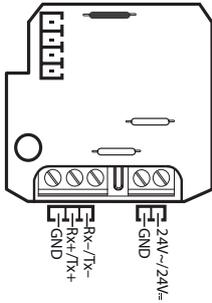

Fig. 6
- per i modelli a 24 Vac/24 Vdc vedere fig.6; fare attenzione a rispettare la polarità 24 V, GND nel caso di alimentazione a tensione continua;
- for the 24 Vac/24 Vdc models see Fig. 6; make sure the polarity (24 V, GND) is correct for direct current power supply;